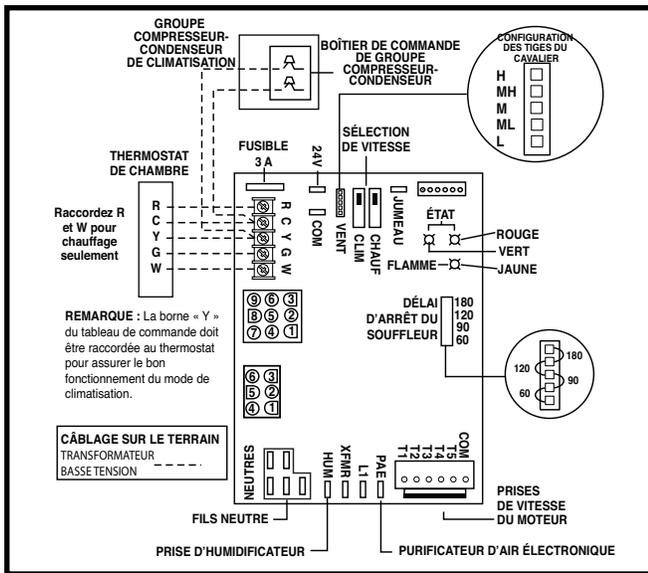
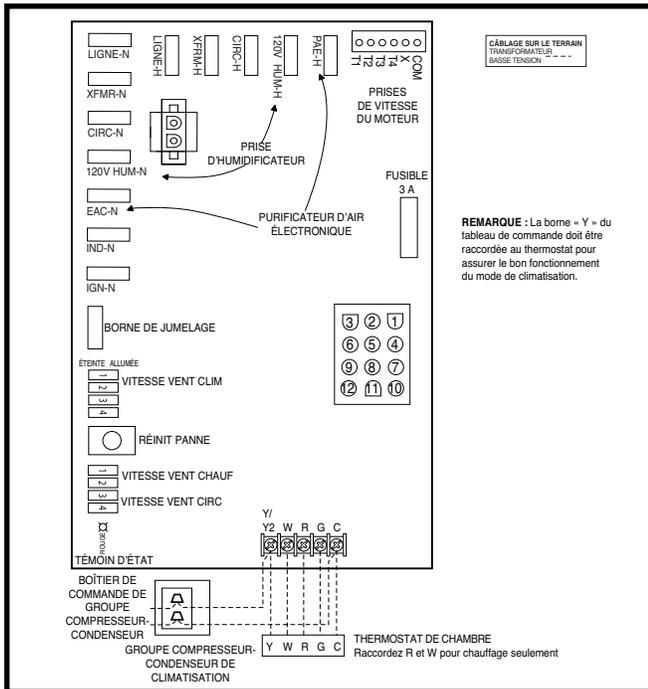

Figure 23. Excitation de tension de ligne, quatre fils Applications d chauffage/climatisation
Figure 24. Câblage sur terrain Emerson, quatre fils, applications de chauffage/ climatisation
- Le thermostat doit être installé conformément aux directives fournies par le fabricant du thermostat. Les branchements basse tension (24 V c.a.) du thermostat sont raccordés à la plaque à bornes intégrée dans la fournaise. La Figure 23 et la Figure 24 présentent les branchements appropriés pour les applications à
Les ordres de fonctionnement des modes de chauffage, climatisation et ventilation sont décrits ci-dessous. Vérifiez les schémas de câblage d'excitation et de câblage de la fournaise : Figure 23 et Figure 24, Figure 32, Figure 33, Figure 34 et Figure 35.